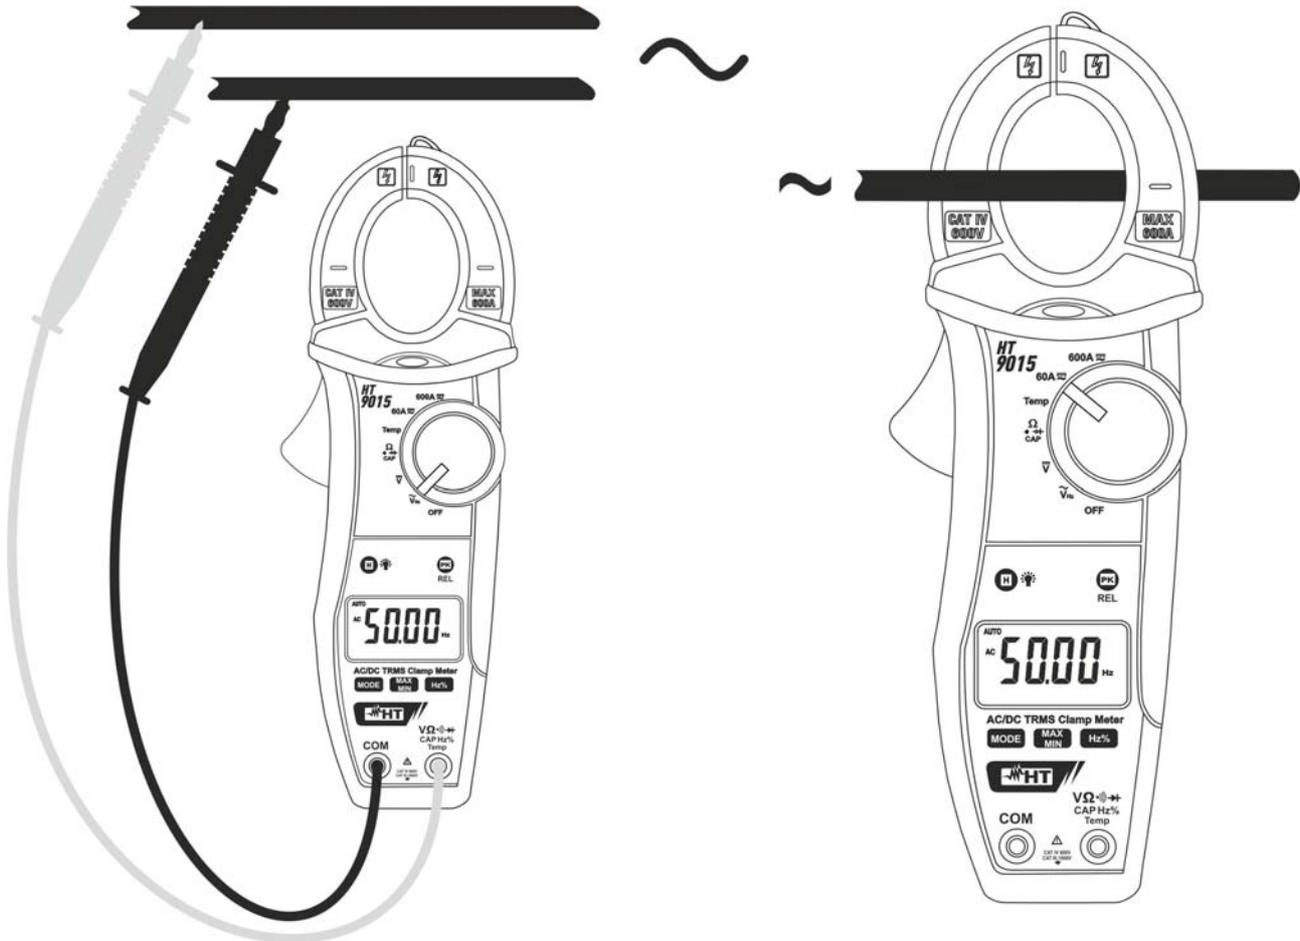

Fig. 10: Uso della pinza per misure di Frequenza e Duty Cycle
3. Inserire il cavo rosso nel terminale di ingresso **VΩ/CAP/Hz%Temp** e il cavo nero nel terminale di ingresso **COM** (Fig. 10 – parte sinistra) per misura di frequenza con puntali. Inserire la pinza sul conduttore (Fig. 10 – parte destra) per misura di frequenza con toroide. Il valore della frequenza (Hz) o del duty cycle (%) è mostrato a display. Nella misura di frequenza e duty cycle la barra grafica analogica è disattivata